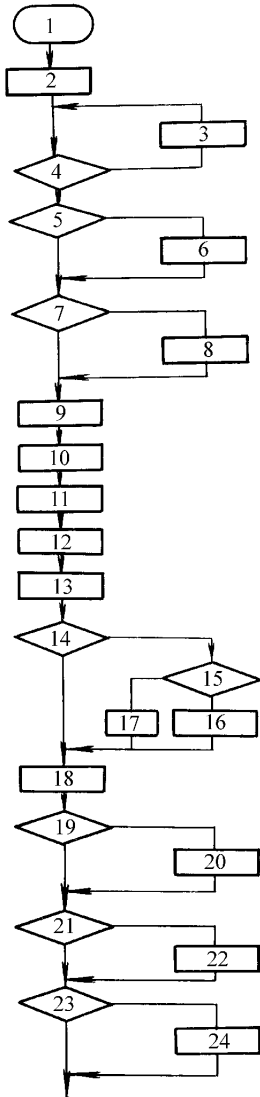

图 6-1 电梯调整过程流程图
(5) 电梯调整过程流程图，见图 6-1。
① 电梯运行在检修状态。② 将所有熔丝管及板子从控制柜上取出。③ 检查线路。④ 检查绝缘电阻。⑤ 查电机引线。⑥ 改正错误。⑦ DMCU 板开关设置。⑧ 重新设置。⑨ 调整制动器位置（弹簧长 70mm）。⑩ 接跨接线到控制柜端子上（P—I/RL，ZRS—2XM/60，SDP13
-14)。⑪安装熔丝管。⑫将 CIS 搬到 INS 位置。⑬按“U”按钮。⑭电梯是否向上运行。⑮电梯是否向下运行。⑯反向接线是否正确。⑰检查接线。⑱按“D”按钮。⑲电梯是否向下运行。⑳检查接线。㉑风机工作是否正确。㉒重新接线。㉓井道内是否安全。㉔使井道内的所有器件就位。㉕安全回路功能是否正确。㉖返回。㉗检查接线。